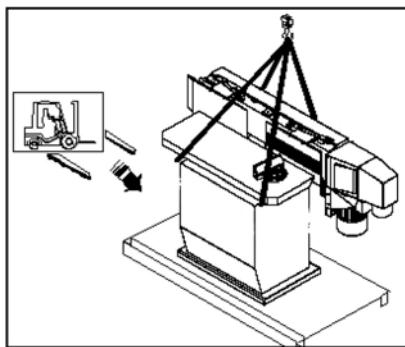

Abb. 2: Transport
Schritt 2: Zwei Seile am Kranhaken und an den entsprechenden Punkten der Kantenschleifmaschine befestigen (siehe Abb. 2).